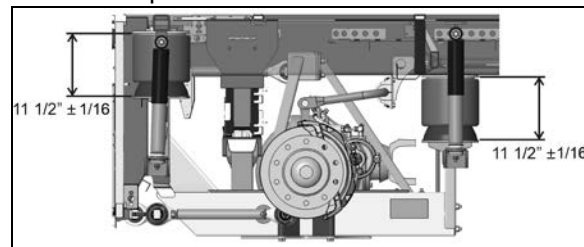
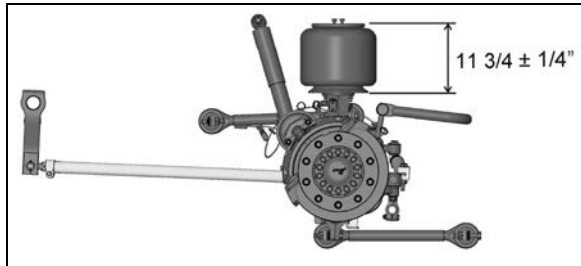

FIGURE 48 : ÉCARTEMENT DU RESSORT PNEUMATIQUE D'ESSIEU MOTEUR
FIGURE 50 : ÉCARTEMENT DU RESSORT PNEUMATIQUE D'ESSIEU AVANT RIGIDE 16197
Se reporter à Figure 48 à FIGURE 50 pour identifier l'emplacement correct de prise de mesure. À cette étape, il est superflu d'exécuter un réglage dans les conditions de service normales. Cependant, si un réglage est nécessaire, modifier la position du levier de course en rapport avec le corps de la soupape de commande. Le levier doit être levé pour augmenter la hauteur du véhicule et abaissé pour la diminuer. Vérifier si la pression pneumatique principale est à la pression normale de fonctionnement et lever le véhicule à la hauteur spécifiée.
1. Avec le véhicule à la pression d'air normale de fonctionnement, vérifier l'écartement du ressort pneumatique, comme illustré dans Figure 48 à FIGURE 50.